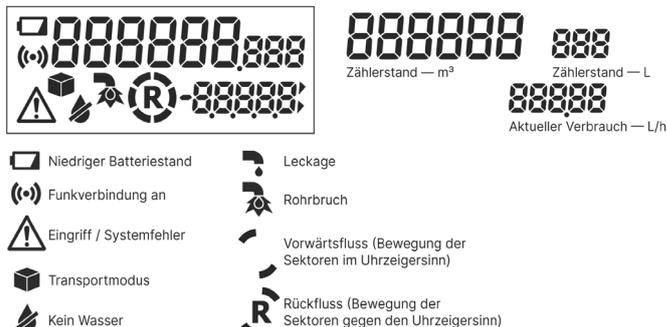

Abbildung 5.2 – LCD-Display
5.2 Das Aussehen des LCD-Displays und die Beschreibung der Symbole sind in der Abbildung 5.2 dargestellt.